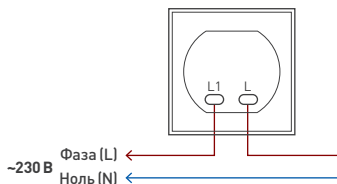

Рис. 1. Схема подключения
- 3.6. Подключите провода сетевого питания AC 230 В к контактам розетки в соответствии со схемой (рис. 1): L (фаза) — коричневый, N (нейтраль) — синий.